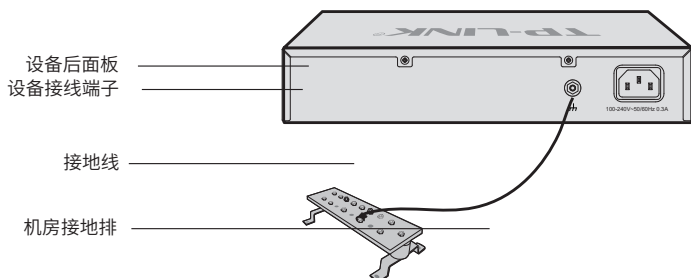

图2-4 接地排连接示意图
- 如果在机房中安装TP-LINK企业级钢壳产品，且机房中有专用的接地排，应首先考虑使用接地线将设备与接地排连接，如图2-4所示。